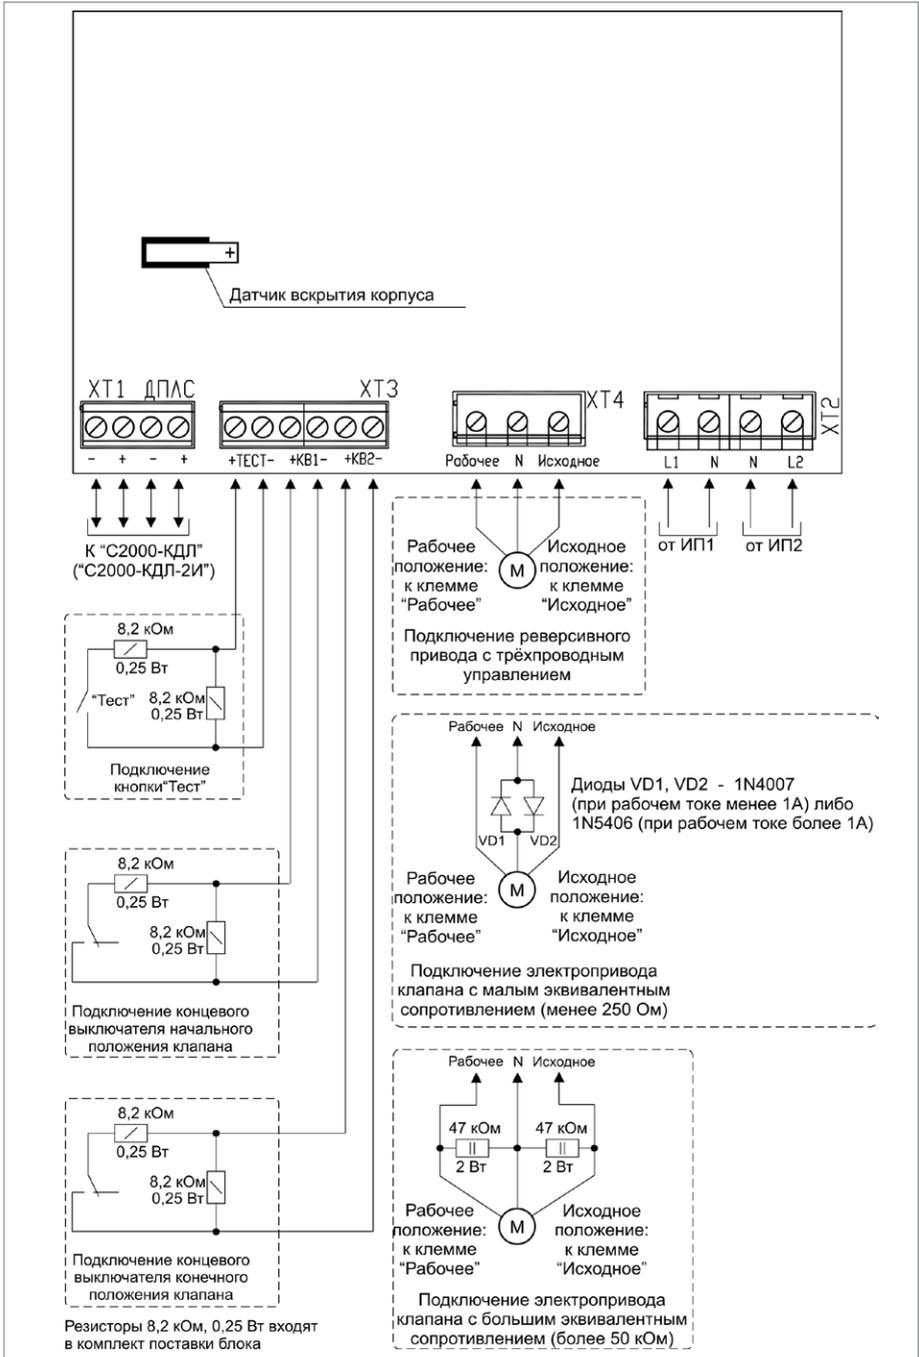

Рисунок 12. Схема внешних соединений блока «С2000-СП4/220»
- 2.2. Подключение соединительных линий производите в соответствии с проектной документацией и схемой на рис. 12.
1. Подключите воздушный клапан с электрическим приводом в соответствии с рис. 12, учитывая эквивалентное сопротивление клапана: